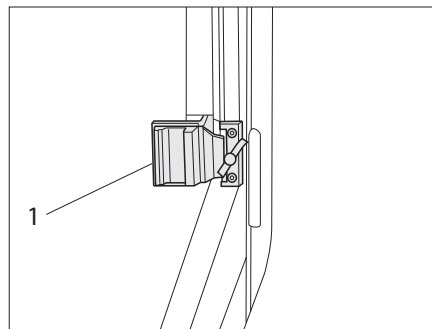

Bild 43 Schiebefenster mit Schiebeverriegelung
- Verriegelungsknopf (Bild 43,1) in vertikale Position drehen.